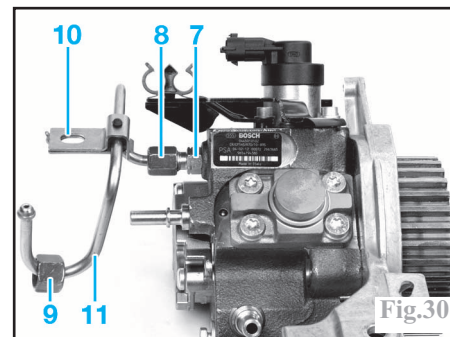

Fig.30
Maintenir l'embout (7) pour desserrer le raccord (8) (Fig.30).